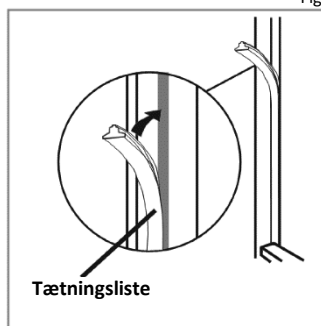

Fig.12
- Fyld mellemrummet på den ikke-hængslede side med den medfølgende pakning/tætningsstrimmel som vist på Fig. 12.